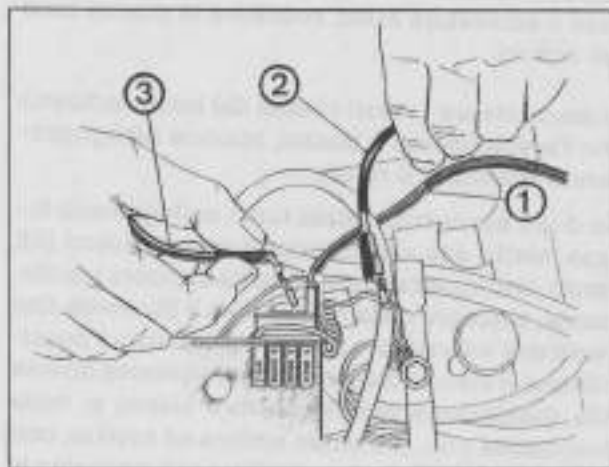

Fig. 175
- 2) Staccare da un trasduttore il filo rosso (quello che arriva dal captatore) poi tramite un piccolo cavo collegato al filo verde che arriva dal volano collegarsi e scollegarsi intermittenemente alla linguetta del trasduttore relativa al filo rosso, entrata del segnale del captatore (Fig. 175). Questa prova del collegamento intermittente va eseguita con le candele appoggiate sulla massa del motore (svitate dalle teste) facendo simultaneamente girare il motore (con l'avviamento a pedale o quello elettrico).
- 2) Disconnect the red lead (coming from the magnetic pickup) from the transducer. Connect and disconnect a small wire attached to the green lead (which comes from the flywheel magneto) with the transducer terminal tab to which the red lead was connected (Fig. 175). This test of the intermittent connection should be carried out with the spark plugs removed from their seats and grounded on the cylinder heads, and cranking the engine with the kick-start pedal or with the electric starter.